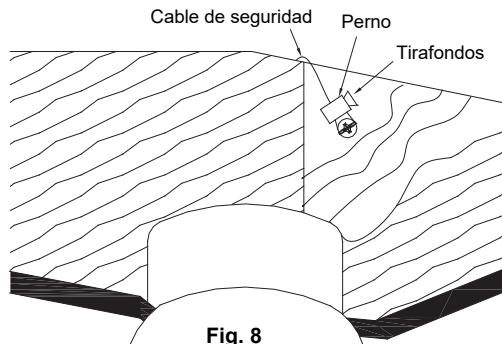

Fig. 8
Paso 2. Inserte el cable de seguridad a través del soporte de montaje y uno de los orificios de la caja de distribución eléctrica en el techo. Ajuste la longitud del cable de seguridad para alcanzar el tornillo y las arandelas jalando todo el cable extra a través del sujetacables hasta que la longitud total sea la correcta. Coloque el extremo del cable hacia atrás a través del sujetacables, formando un bucle al final del cable. Ajuste el sujetacables con firmeza. Ahora, coloque el bucle al final del cable de seguridad por encima del tirafondos y por debajo de la arandela. Ajuste bien el tirafondos (Fig. 8).